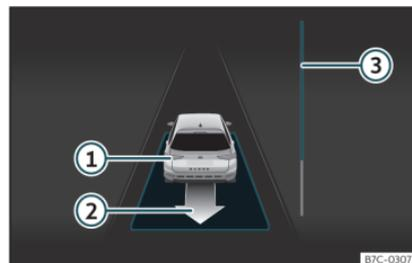

Fig. 182 Sul display del quadro strumenti: uscire da un parcheggio in linea.
- Retrocedere finché non si sentirà il segnale continuo del ParkPilot; **OPPURE:** spostarsi in retromarcia finché nel display del quadro strumenti non comparirà l'indicazione di spostarsi con la marcia in avanti. La barra di avanzamento»» » **fig. 182**  indica la distanza che si deve percorrere»» » pag. 274.